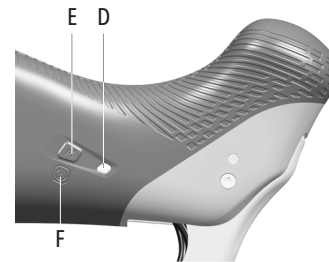

Fig.8
- D - LEDs de comunicação (Fig.8)
- E - Botão MODE do Ergopower (Fig.8)
- F - Botão de ligar (Fig.8)